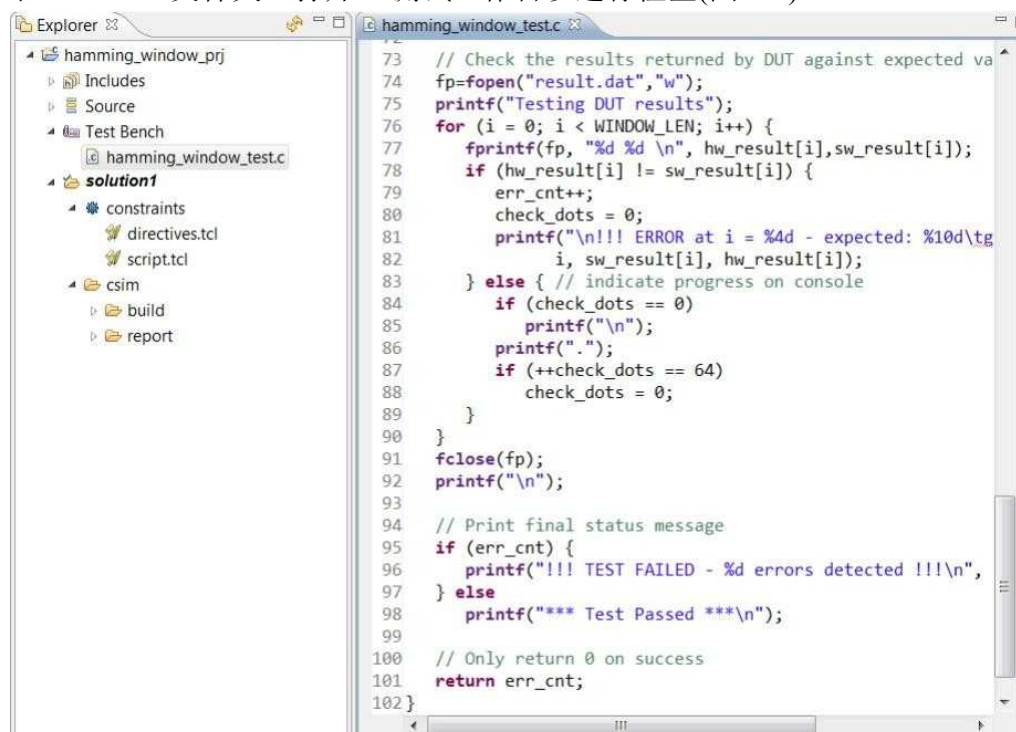

图3-3:C 验证实验室1 的C 测试台
1.双击 ***test bench*** 文件夹, 打开 C 测试工作台以进行检查(图 3-3)。